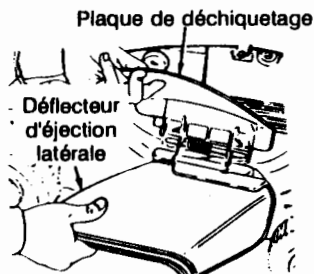

Figure 6
- Soulevez la plaque de déchetage. Faites glisser les deux crochets du déflecteur d'éjection latérale sous la goupille articulée de la plaque de déchetage. Abaissez l'ensemble de déchetage. Voir la figure 6.